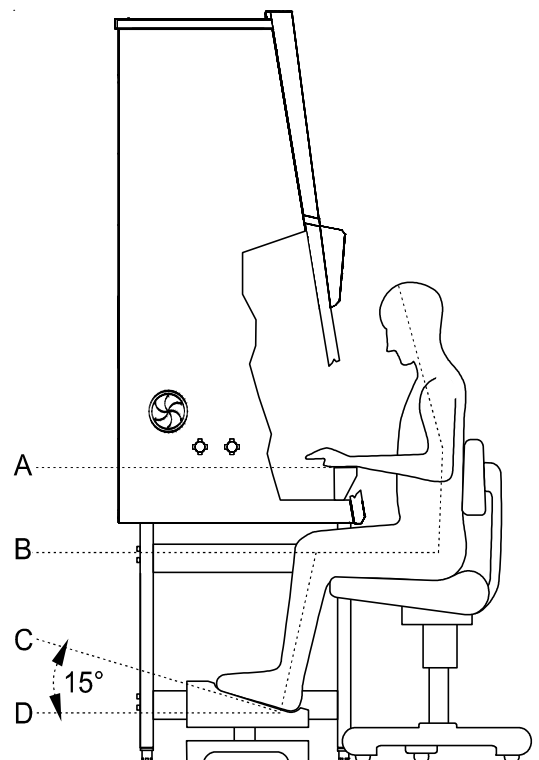

Abb. 15
**Abb. 15:** Um Gesundheitsrisiken vorzubeugen, sollte während längerer Arbeitsphasen an der Sicherheitswerkbank ein höhenverstellbarer Arbeitsstuhl verwendet werden, dessen stützende Rückenlehne einstellbar ist.